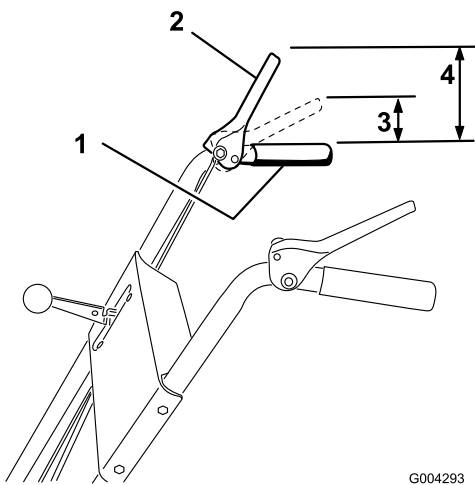

Figura 9
3. Controllate la distanza tra l'estremità superiore dell'impugnatura e quella inferiore della leva di trasmissione della coclea/ventola (Figura 9).
Nota: La forza necessaria per compiere tale movimento aumenta considerevolmente una volta eliminato l'imbando della cinghia di trazione della coclea/ventola (circa mezza corsa del movimento della leva). La regolazione è corretta quando la forza inizia ad aumentare e la distanza tra l'estremità superiore dell'impugnatura e quella inferiore della leva di comando della coclea/ventola è nell'arco da 2,5 a 5 cm (Figura 9).